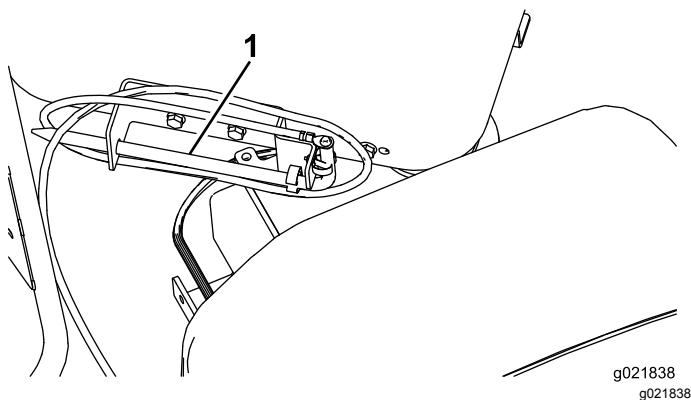

Figura 43
1. Retire la pica de tierra del soporte situado en el lateral de la plataforma del operador (Figura 43).